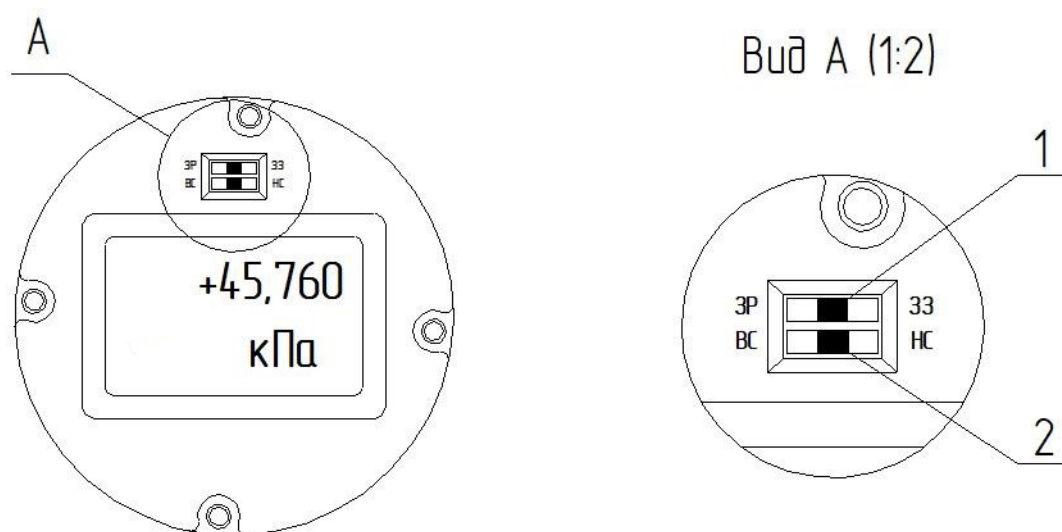

Рис.9 Корпус ЖКИ (1– переключатель защиты от записи; 2– переключатель режима сигнализации)
- Отвернуть винт стопорный (рис. 9) поворота корпуса с помощью специального ключа – шестигранника 2 мм;
☞ **На корпусе ЖКИ имеется переключатель с маркировкой запись разрешена «ЗР» и защита от записи «ЗЗ», см. рис. 9**
На корпусе ЖКИ имеется переключатель с маркировкой высокий уровень аварийного/предупредительного сигнала «ВС» и низкий уровень аварийного/предупредительного сигнала «НС», рисунок 9.